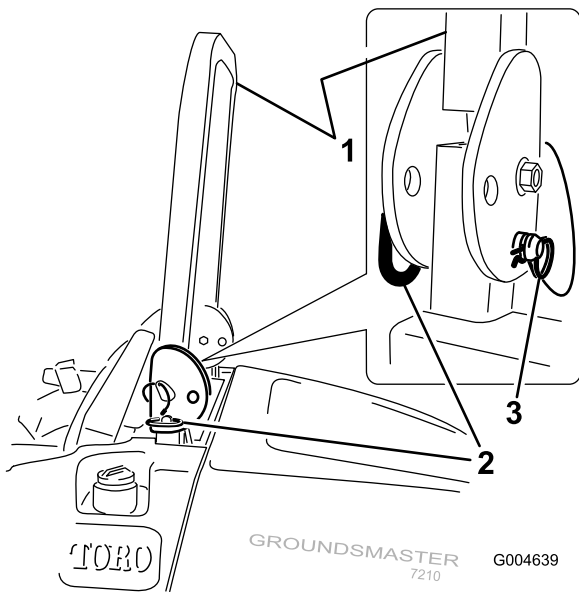

Figura 12
1. Per abbassare il roll bar, togliete le coppiglie, spingete in avanti il roll bar contro le molle e togliete le due spine (Figura 12).
3. Montate le due spine e fissatele con le spine delle coppiglie (Figura 12).
4. Per alzare il roll bar togliete le spine delle coppiglie e le due spine (Figura 12).
5. Alzate completamente il roll bar e montate le due spine, quindi fissatele con le spine delle coppiglie (Figura 12).